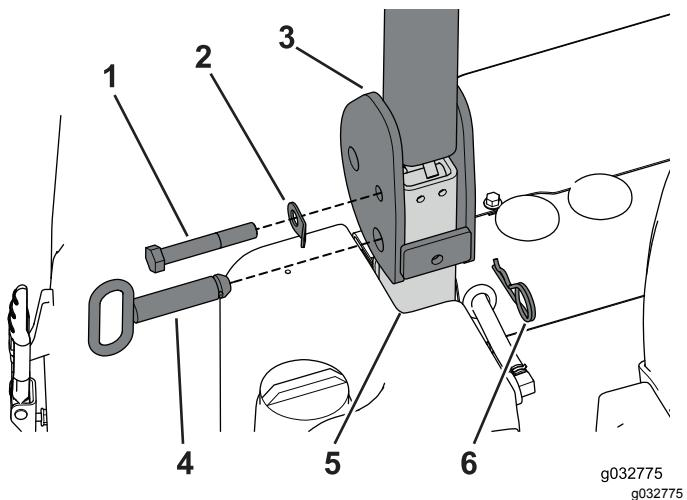

図 130
1. 下部 ROPS チューブの穴に、ROPS の穴を合わせる図 130。
2. ピボットボルトとランヤードワッシャを、ROPS の上側の穴と下部 ROPS チューブの穴に合わせてボルトを手締めする図 130。
4. ROPS の上側の穴と下部 ROPS チューブの穴に、ピボットロックピンを通してヘアピンで固定する図 130。